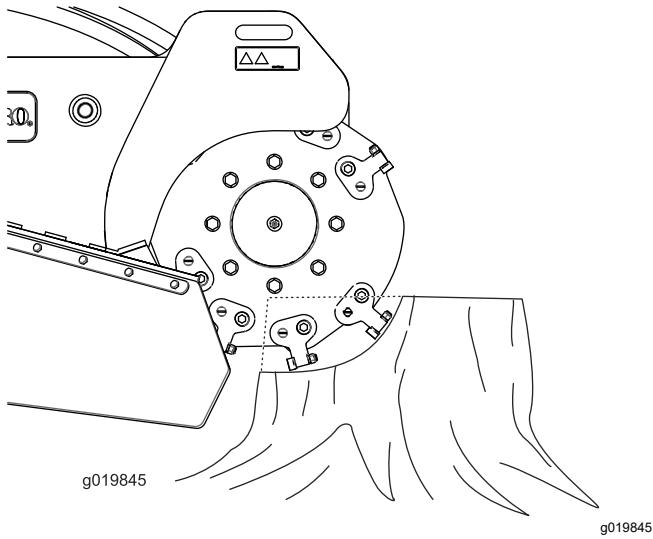

Figura 19
2. Utilizzate la leva di comando del fresa ceppi e il comando della trazione per posizionare il fresa ceppi sul lato della parte anteriore del ceppo, circa 2,5 cm sotto la superficie (Figura 19).
4. Utilizzate la leva di comando per spostare lentamente il fresa ceppi attraverso la parte anteriore del ceppo, provocando una miriade di trucioli (Figura 19).